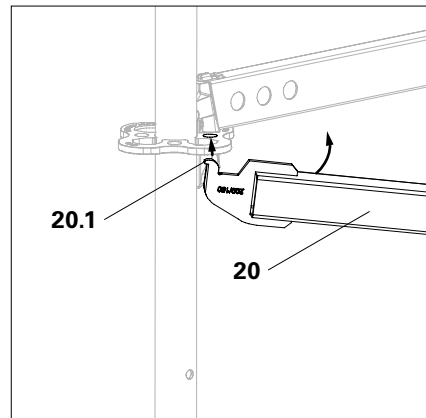
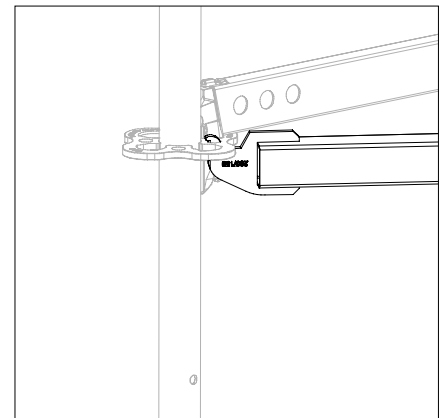

Abb. A4.01a
Abb. A4.01b
1. Die Einhängenase (**20.1**) der Horizontaldiagonale (**20**) von unten in die Diagonalenaufnahme der ersten Rosette einfädeln und durch Hochschwenken der Diagonale sichern. (Abb. A4.01a + Abb. A4.01b)